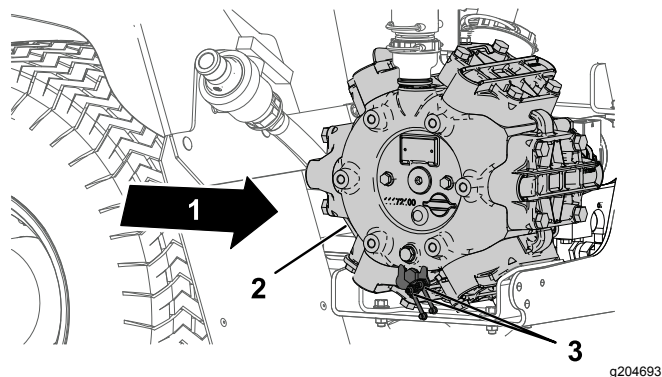

Figura 62
1. Pulite con un panno i 2 raccordi di ingrassaggio remoto (Figura 62).
2. Pompate del grasso nel raccordo di ingrassaggio remoto (Figura 62).